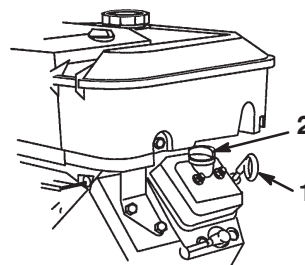

Figure 10
2. Retirez la jauge et essuyez-la sur un chiffon propre (Fig. 10). Remettez la jauge dans le tube en vérifiant qu'elle est enfoncée au maximum. Sortez de nouveau la jauge et vérifiez le niveau d'huile.
3. Si le niveau d'huile est bas, retirez le bouchon de remplissage du couvre-culasse (Fig. 10) et ajoutez la quantité d'huile nécessaire pour amener le niveau au repère maximum sur la jauge. Reportez-vous à la section Huile moteur, page 28, pour connaître le type d'huile et la viscosité qui conviennent. Versez l'huile lentement et vérifiez souvent le niveau durant la procédure. **Ne remplissez pas excessivement.**